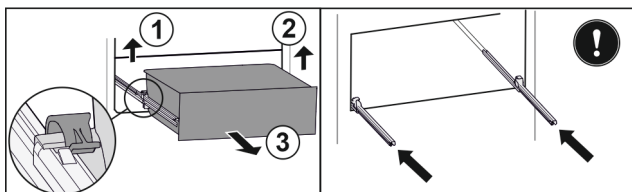

Fig. 83
- ▶ Podignite lijevu stezaljku i istovremeno izvucite ladicu lijevo prema naprijed. Fig. 83 (1)
- ▶ Podignite desnu stezaljku i istovremeno izvucite ladicu desno prema naprijed. Fig. 83 (2)
- ▶ Izvadite ladicu prema naprijed. Fig. 83 (3)